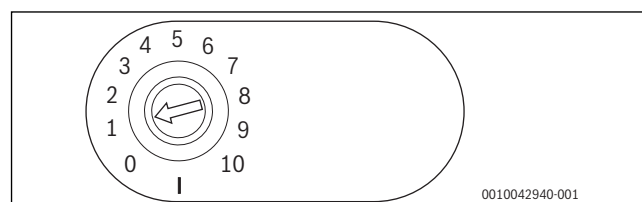

Bild 70 Kodierschalter auf Position 1 = systemintegrierter Betrieb in Kombination mit Wärmeerzeuger
- [1] Kodierschalter (→ Bild 70 und 71, Einstellung siehe → Kapitel 7.2.1, Seite 39)